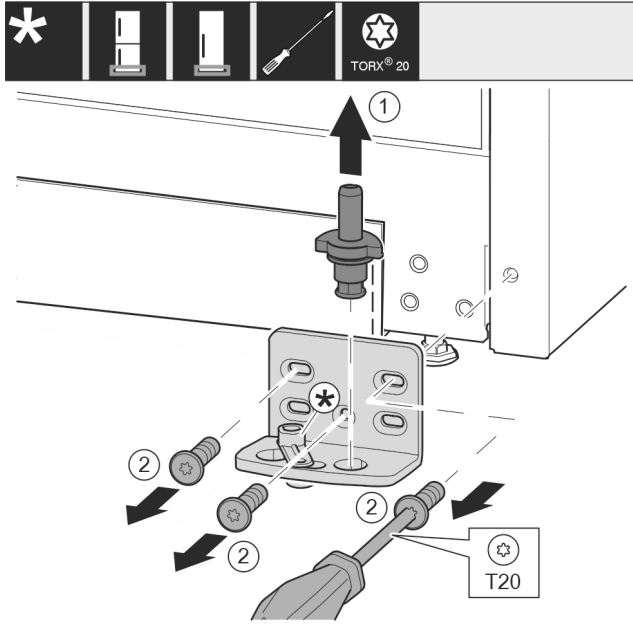

Fig. 13
- ▶ Ta ut hela lagerbulten genom att dra den uppåt. *Fig. 13 (1)*
- ▶ Skruva ut skruvarna med en skruvmejsel T20 och ta av lagerbocken. *Fig. 13 (2)*